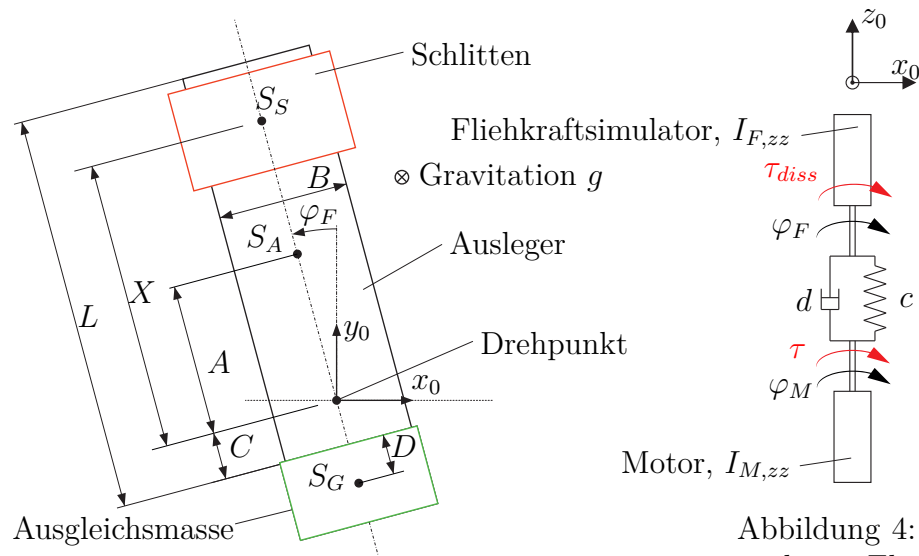
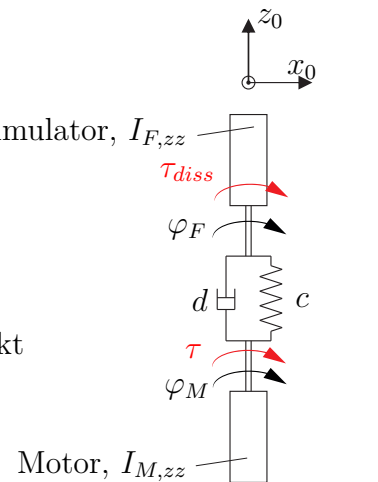

Abbildung 3: Fliehkraftsimulator.
Abbildung 4: Antrieb mit Elastizität.
2. In dieser Aufgabe wird der um seine Hochachse drehende Fliehkraftsimulator aus Abbildung 3 betrachtet. Der Aufbau besteht aus einem um den Ursprung des Inertialkoordinatensystems (x_0, y_0, z_0) drehbar gelagerten Ausleger, auf welchem ein Schlitten im Abstand X befestigt ist. Der Ausleger hat die Masse m_A und das Massenträgheitsmoment $I_{SA,zz}$ bezüglich des Schwerpunktes S_A . Vom Schlitten ist die Masse m_S und das Massenträgheitsmoment $I_{SS,zz}$ bezüglich des Schwerpunktes S_S bekannt. Eine Ausgleichsmasse m_G mit dem Massenträgheitsmoment $I_{SG,zz}$ bezüglich des Schwerpunktes S_G dient zur Reduktion der Unwucht der Anlage. Der Fliehkraftsimulator wird mithilfe eines Motors mit dem Massenträgheitsmoment $I_{M,zz}$ und dem Drehmoment τ angetrieben, siehe Abbildung 4. Die Elastizität des Antriebsstranges wird durch die Steifigkeit c und die Dämpfung d modelliert. Im Drehpunkt des Fliehkraftsimulators wird ein quadratisches Dämpfungsmoment ($\tau_{diss} = -d_F(\dot{\varphi}_F)^2$) mit dem konstanten Beiwert d_F angenommen. 12 P. |
- a) Geben Sie den Abstand A vom Drehpunkt des Fliehkraftsimulators zum Schwerpunkt S_A des Auslegers an und berechnen Sie explizit das Massenträgheitsmoment $I_{SA,zz}$ des Auslegers um dessen Schwerpunkt S_A . Dieser wird vereinfacht als Quader mit der Dichte ρ und den Seitenlängen $L \times B \times H$ angenommen. L und B sind in Abbildung 3 ersichtlich, H ist die Dimension des Auslegers in z_0 -Richtung. 2.5 P. |
- c) Stellen Sie mithilfe des Drehimpulssatzes die Bewegungsgleichungen des Systems auf. Berücksichtigen Sie dazu die Elastizität des Antriebs. Das zugehörige Ersatzschaltbild ist in Abbildung 4 dargestellt. 3 P. |